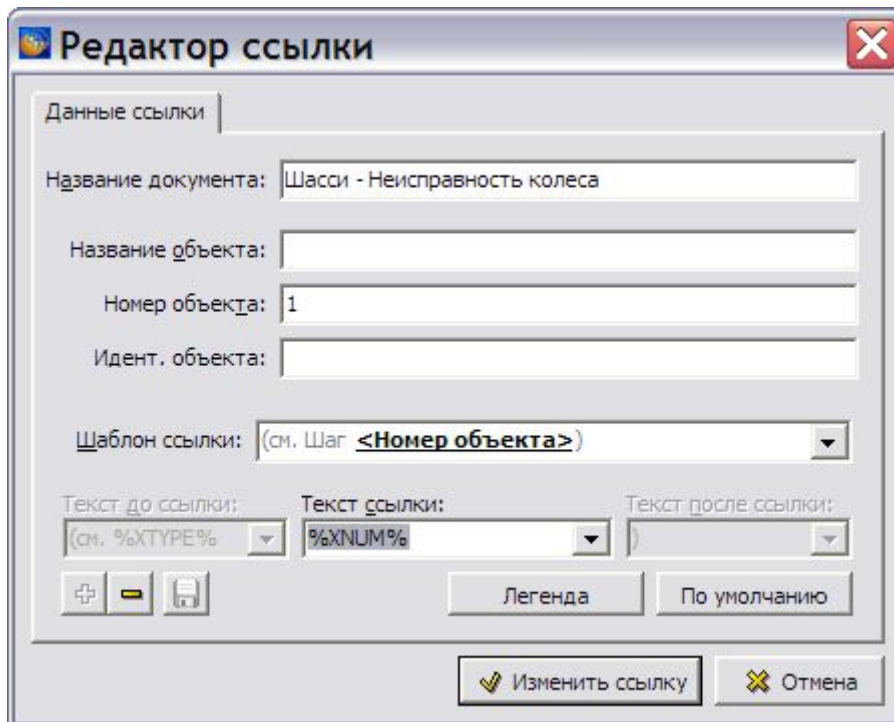

Рис. 3.157
- Для изменения ссылки выделите её и нажмите на кнопку **Изменить ссылку (F2)** . После этого откроется окно **Редактор ссылки** (Рис. 3.157).